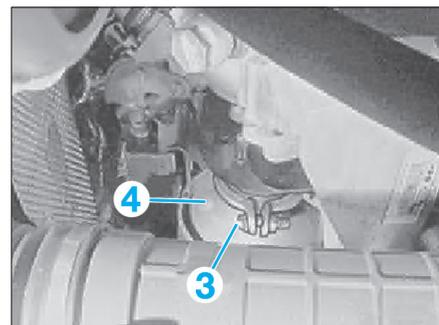
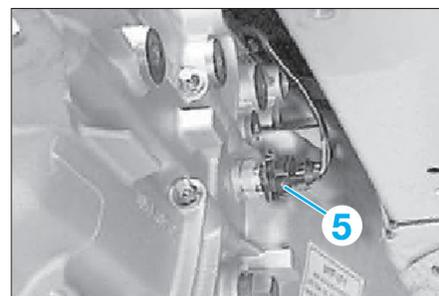

Fig. 4
Fig. 5
- Desserrer la vis (3) (Fig.4).
- Tourner l'ensemble filtre à particules avec précatalyseur (4) sur le côté.
- Débrancher le connecteur (5) du contacteur de feu de recul et dégager le câble des attaches (Fig.5).